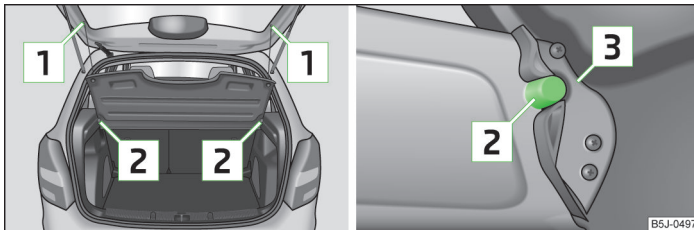

Abb. 48 Gepäckraumabdeckung ausbauen
- Die Haltebänder » Abb. 48 aushängen.
- Die Aufnahmen an der Abdeckung » Abb. 48 über die Halterungen an der Seitenverkleidung stellen.
- Die Aufnahmen der Abdeckung » Abb. 48 müssen in den Halterungen der Seitenverkleidung eingerastet sein.